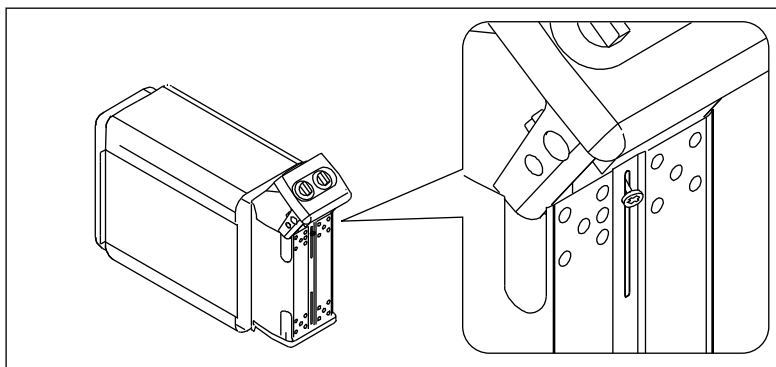

Рисунок 8. Подключение соединительного кабеля
4. Когда кабель присоединен, торцевая часть с приборами управления осторожно возвращается в электрокоробку. См. рис. 8. Перед затяжкой крепежного шурупа убедитесь, что край электрокоробки находится в дне паза торцевой части.
- Каменка гибким проводом подсоединяется к соединительной коробке (рис. 8: А) на стене сауны. Соединительная коробка должна быть брызгозащитной и находиться на расстоянии не выше 500 мм от пола.
- В качестве кабеля (рис. 8: В) следует использовать резиновый кабель типа H07RN-F или подобный. **ВНИМАНИЕ! Использование кабеля с ПВХ-изоляцией запрещено вследствие его разрушения под воздействием тепла.**